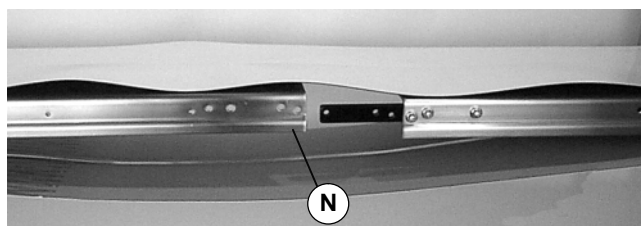

Abbildung 7
4. Den Förderbandrahmen (N siehe Abbildung 7) in die Bandschleufe plazieren.